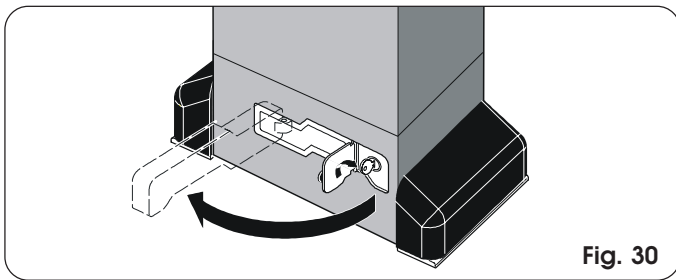

Fig. 30
- 3) Gire la llave en sentido horario y tire de la palanca de desbloqueo como se indica en la Fig. 30.